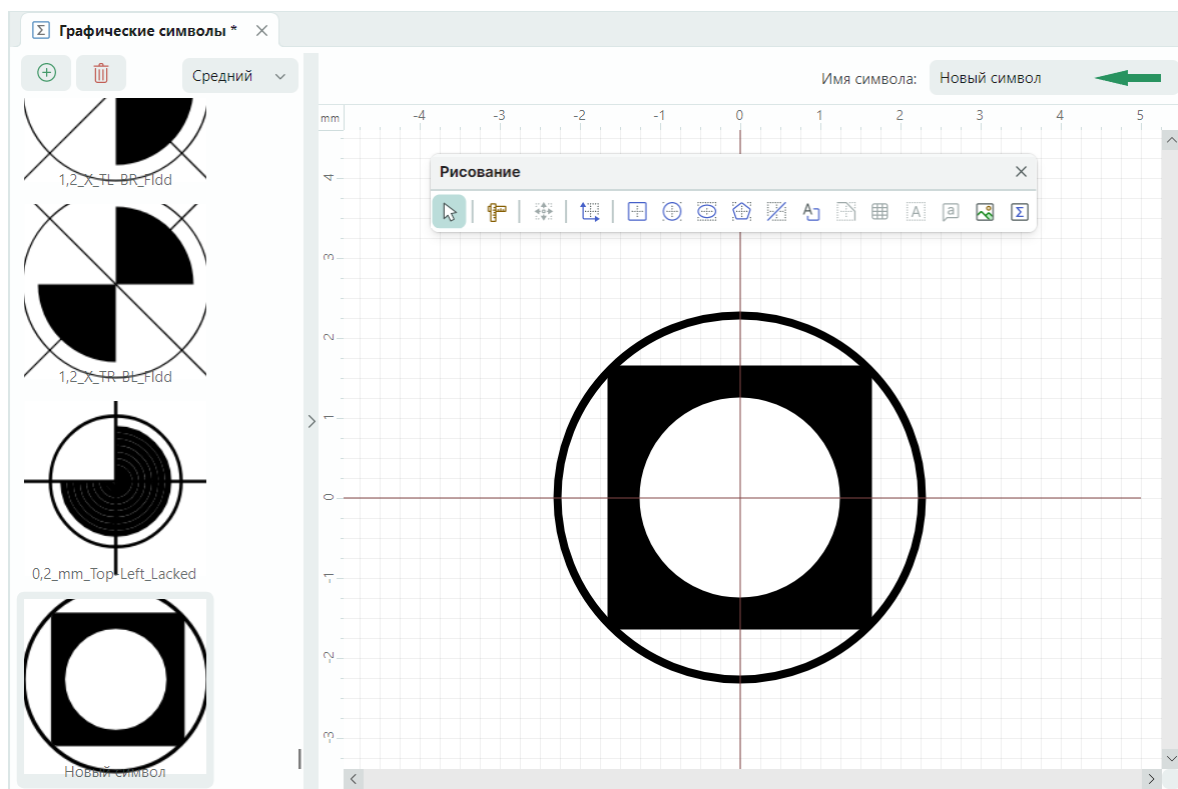

Рис. 147 Ввод наименования символа
4. Введите имя созданного символа в поле «Имя символа», расположенное в верхней части окна редактора, см. Рис. 147.